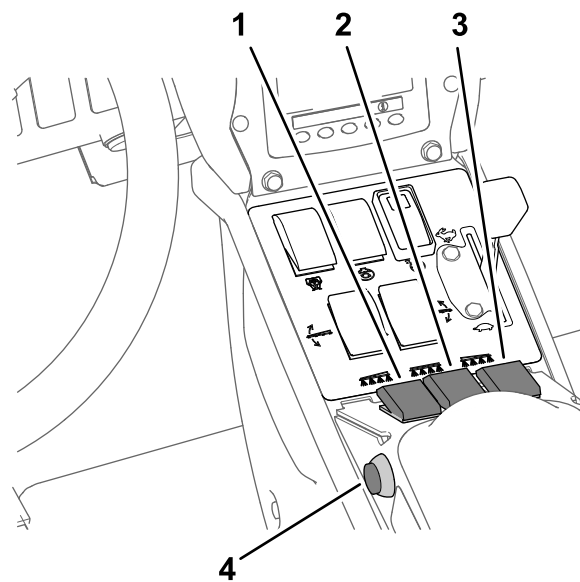

图 44
7. 将打药机喷洒臂段开关设定至开启位置图 44。
10. 以所需速度行驶然后将主喷洒臂段开关设定至开启位置开始喷洒图 44。
3. 将主喷洒臂开关设定至关闭位置请参阅 以喷洒率模式喷洒 \(页码 32\) 中的图 44。
7. 需要时将单个喷洒臂段开关设定至开启位置请参阅 以喷洒率模式喷洒 \(页码 32\) 中的图 44。
9. 以所需速度行驶然后将主喷洒臂段开关设定至开启位置开始喷洒请参阅 以喷洒率模式喷洒 \(页码 32\) 中的图 44。